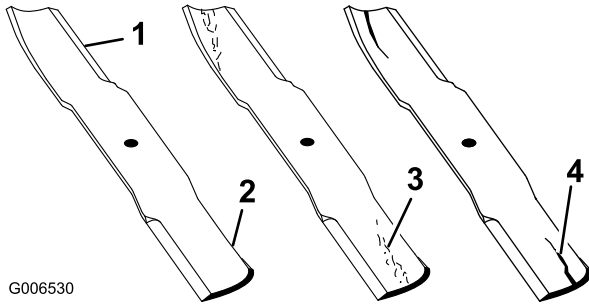

Figura 64
2. Inspeccione los filos de corte (Figura 64). Si los bordes no están afilados o tienen muescas, retire las cuchillas y afílelas. Consulte Afilado de las cuchillas (página 56).
- Inspeccione las cuchillas, especialmente la parte curva (Figura 64). Si observa daños, desgaste o la formación de una ranura en esta zona (Figura 64), instale inmediatamente una cuchilla nueva.